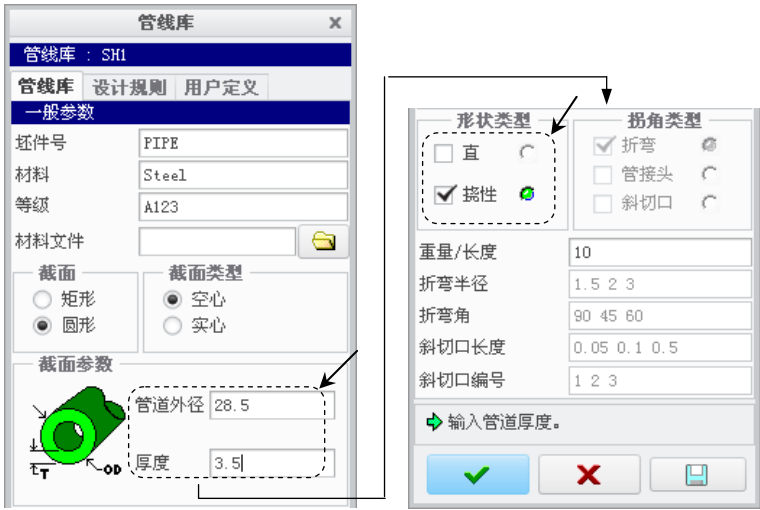

图 16.2.39 “管线库”对话框
Step2. 定义管线库。在系统弹出的菜单管理器中选择 **创建** 选项，输入管线库的名称“SH1”，然后单击  按钮，系统弹出“管线库”对话框；在该对话框中设置图 16.2.39 所示的参数，然后单击  按钮。